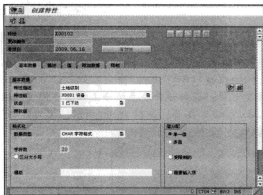

图 10-92 输入“特性”属性信息
STEP 3 输入“特征描述”，选择“特征组”、“数据类型”、“值分配”等信息，然后单击“”按钮保存“特性”信息，如图 10-92 所示。